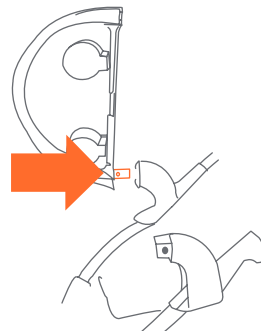

Fig. 10a
- 10) • Pour attacher le plateau enfant : Glisser le pivot en métal du bras gauche du plateau dans le trou situé sur le côté gauche de la poignée. Ce faisant, appuyez sur le bouton d'insertion sur le bras. Assurez-vous que le bras gauche s'enclenche (Fig. 10a).